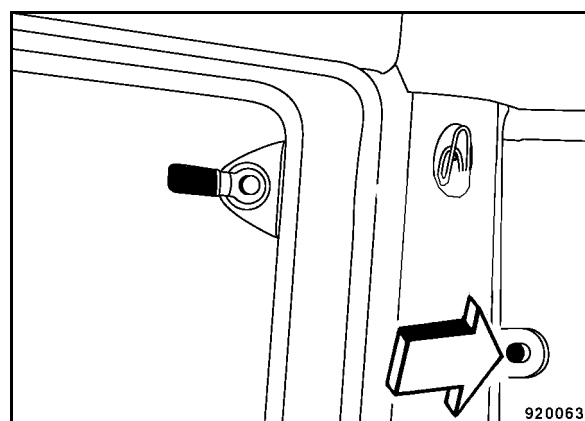

Fig. 106
- Per chiudere il finestrino della cabina premere il bottone di arresto (Fig. 106), ribaltare il finestrino nuovamente verso l'interno e quindi chiuderlo.